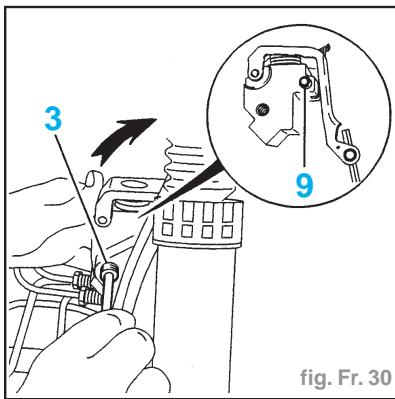

fig. Fr. 30
- Enduire la vis (5) de **Loctite FRENE-TANCH.**
- Serrer la vis (5) à **2 daN.m**.
- le ressort (6) dans le levier du compensateur
- Afin de rattraper le jeu au niveau de la goupille de centrage (9) exercer un effort dans le sens de la flèche (fig. Fr. 30).